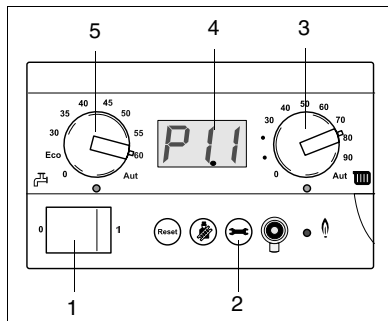

Fig. 2 BC 10 trykvisning [bar]
- Tænd/sluk-afbryder (fig. 2, pos. 1) indstilles på "1".
- Vandtrykket kontrolleres ved at trykke en eller flere gange på servicetasten (fig. 2, pos. 2) på BC 10 (kedlens betjeningsenhed), indtil Px.x, f.eks. P1.0 vises på displayet (fig. 2, pos. 4). Det optimale påfyldningstryk er 1,0 til maks. 2,0 bar. Ved et tryk under 1,0 bar skal anvisningerne i kapitel 4.2 "Påfyldning og udluftning af varmeanlægget" udføres; hvis trykket er i orden, fortsæt da med kapitel 4.3 "Idrifttagning".
- Tænd/sluk-afbryderen (fig. 2, pos. 1) indstilles på "1" .
- Tryk på servicetasten (fig. 2, pos. 2), indtil Px.x, f.eks. P1.1 vises på displayet.
- Taster til indstilling af centralvarmevand og brugsvand indstilles på "0" (fig. 2, pos. 3 og 5).
- Der trykkes flere gange på servicetasten, indtil den aktuelle trykvisningen (f.eks.: P1.1 - se fig. 2, pos. 2) vises.